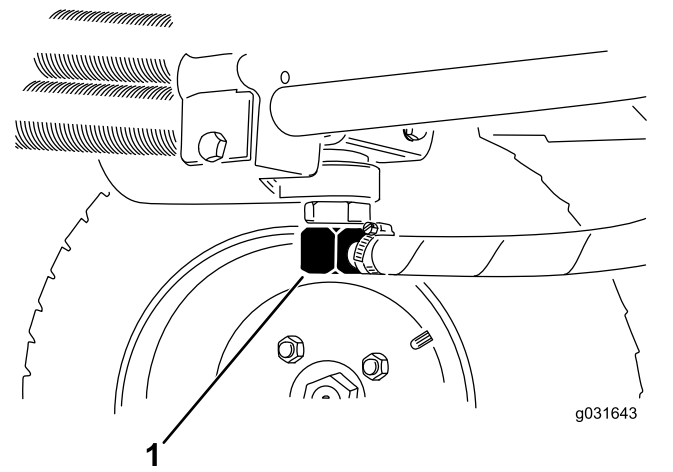
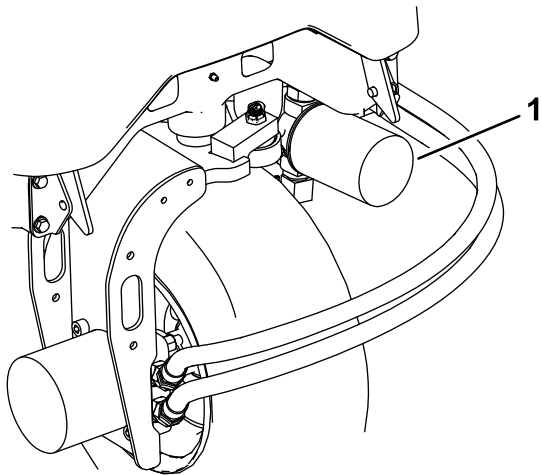

Figura 59
Figura 61
2. Desconecte el tubo hidráulico o retire el filtro hidráulico y deje fluir el fluido hidráulico en un recipiente apropiado (Figura 61 y Figura 59).
3. Vuelva a colocar el tubo cuando el fluido hidráulico se haya drenado (Figura 59).
3. Limpie alrededor de la zona de montaje del filtro, coloque un recipiente debajo del filtro y retire el filtro (Figura 61).